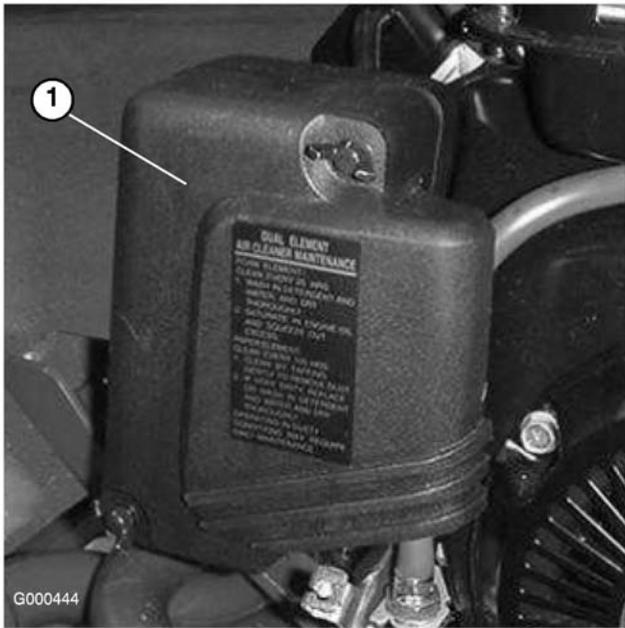

図 21
2. エア・クリーナ・カバーの蝶ナットを取り、カバーを外す。カバーを丁寧に清掃する (図 21)。